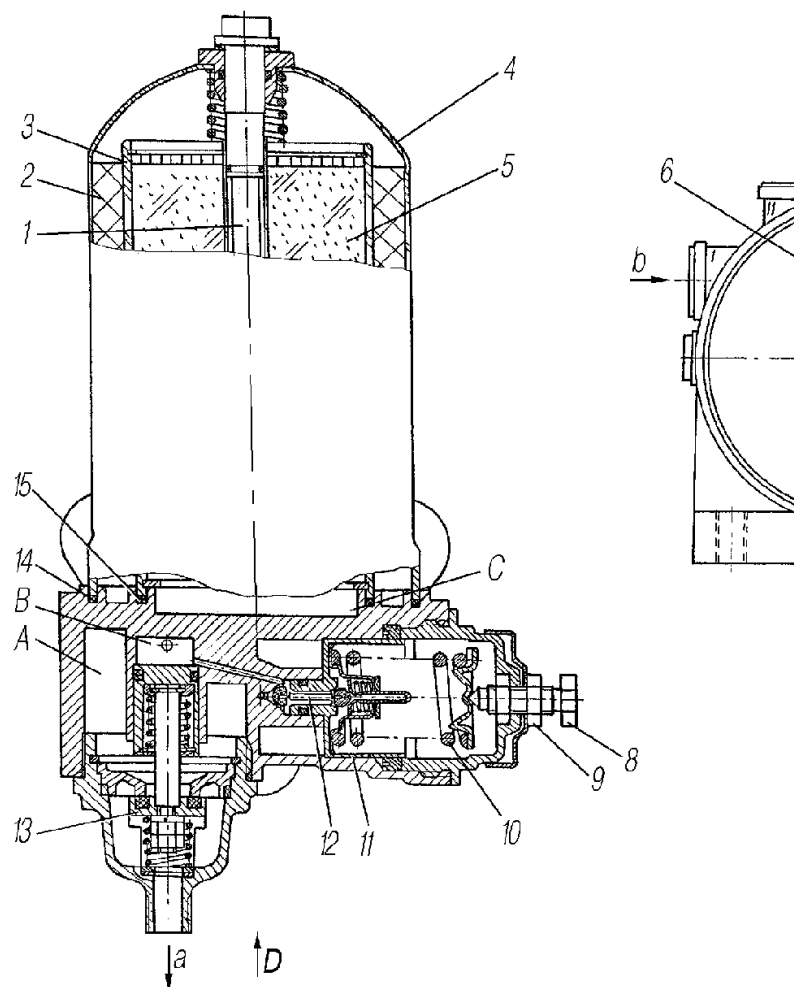

Рис. 51. Влагомаслоотделитель со встроенным регулятором давления:
*Подаваемый компрессором воздух проходит через вывод «b» (рис. 51) и через кольцевой фильтр 2, где происходит его предварительная очистка от масла и части капельной влаги. Проходя далее через адсорбирующий элемент 5 с цеолитом, сжатый воздух подвергается окончательной сушке. Осушенный воздух поступает в полость С и преодолевая сопротивление обратного клапана 7, подается через вывод «e» в тормозную систему автомобиля. Одновременно воздух подается через вывод «с» в регенерационный баллон через дроссель 6.*